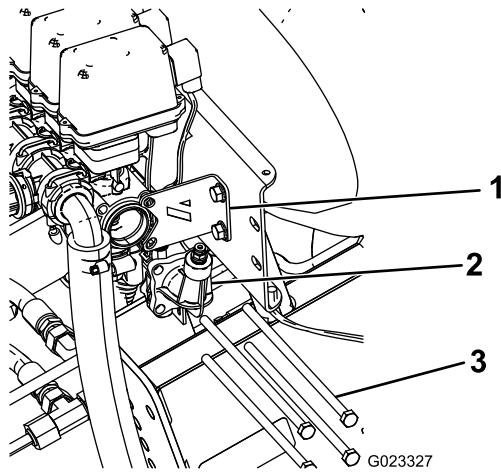

Figura 3
1. Rimuovete le 4 aste filettate che fissano lo sportello del manometro alle valvole delle barre ed eliminateli (Figura 3). Conservate le rondelle piatte e i dadi.
2. Rimuovete e conservate i 2 bulloni e i dadi che fissano la staffa di stabilizzazione al gruppo valvole (Figura 3).